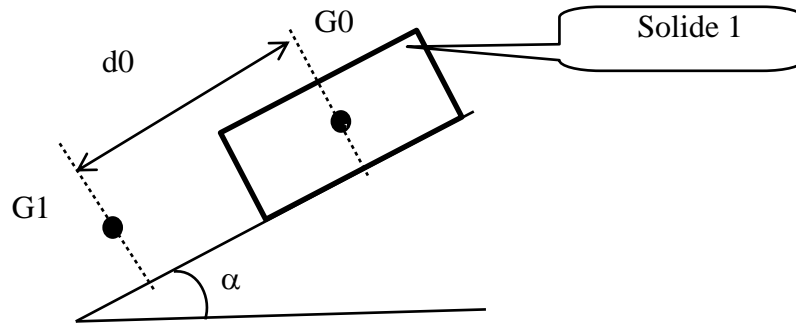

Figure 4
1. Le solide est en équilibre sur le plan incliné. Sur le schéma de la figure 4 ci-dessus représenter les efforts s'appliquant sur le solide (1).